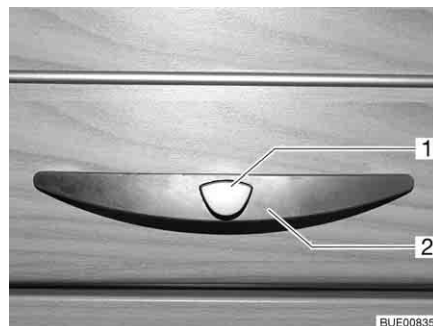
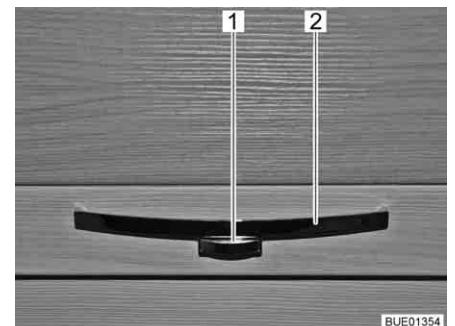

Fig. 58 Trampa de muebles con tirador (ejemplo)
Fig. 59 Trampa de muebles con tirador (ejemplo)
- Presionar el botón de desbloqueo (Fig. 58,1 ó Fig. 59,1) en el tirador (Fig. 58,2 ó Fig. 59,2) y mantenerlo presionado.